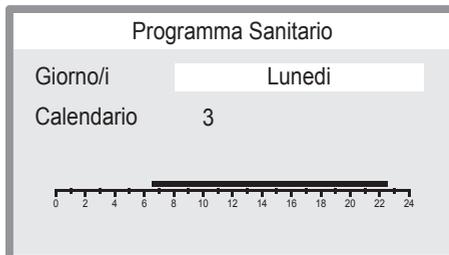

Figura 2.38
- Premere i tasti 12 o 13 (Figura 2.32) per selezionare il giorno o i gruppi di giorni da impostare (singolo giorno, Lunedì - Venerdì, Sabato - Domenica, Lunedì - Sabato, Lunedì - Domenica) (Figura 2.38).
- Premere i tasti 17 o 18 (Figura 2.32) per selezionare il calendario desiderato (1÷4) (Figura 2.38).